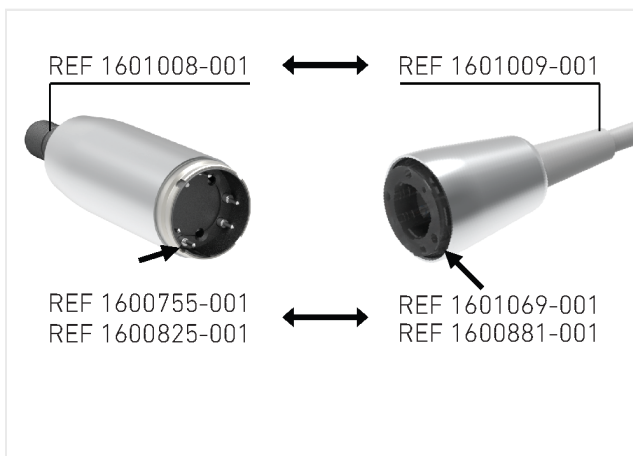

图 2
1. MOT MX-i REF 1600825-001 和 MOT MX-i LED REF 1600755-001 电机与电源线 REF 1601069-001 和 REF 1600881-001 装配在一起。图 2.
2. 如图 2 所示，MOT MX-i LED 3rd Gen 电机 REF 1601008-001 与电源线 REF 1601009-001 装配在一起。
3. 如图 2 所示定位电机及其专用电缆（定位器必须朝向楔块）。转动定位器以找到准确位置，然后推入电机。